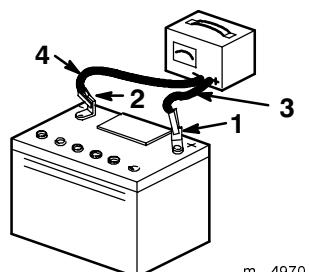

Figure 20
- Quand la batterie est chargée au maximum, débranchez le chargeur de la prise, puis débranchez les fils du chargeur des bornes de la batterie (Fig. 20).